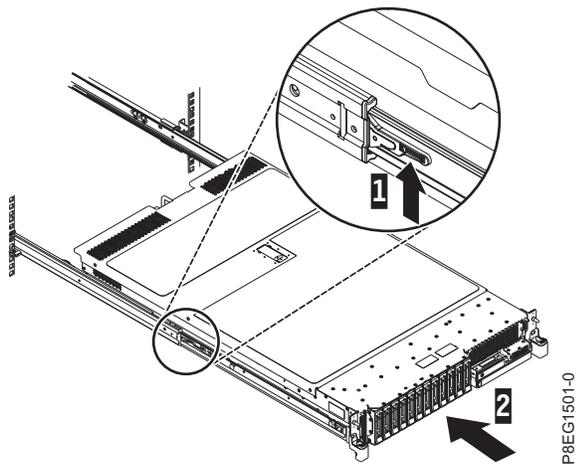

図 7. リリース・ラッチの持ち上げと、ラックへのサーバーの押し込み
3. スライド・レールにある青色のリリース・ラッチ (1) を引き上げ、サーバー (2) を所定の位置に収まるまでラックの中に押し込みます。詳しくは、図 7 を参照してください。